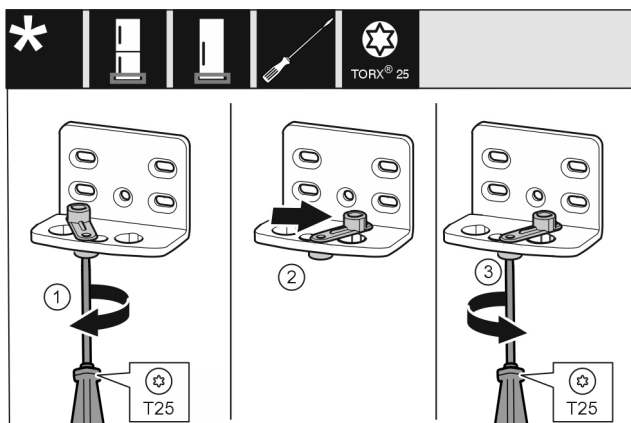

Fig. 14
- Visser sans serrer la vis Fig. 14 (1) avec un tournevis.
- Soulever l'aide à la fermeture de la porte Fig. 14 (2) et la tourner à 90° vers la droite dans l'alésage.
- Serrer la vis Fig. 14 (3) avec un tournevis.